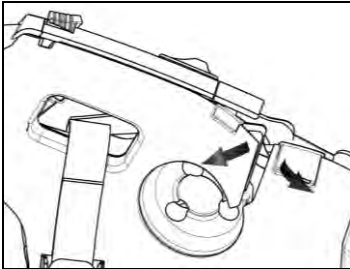

Fig. 16
- Til de plastic bekleding van het zijstuk op (Fig. 16).